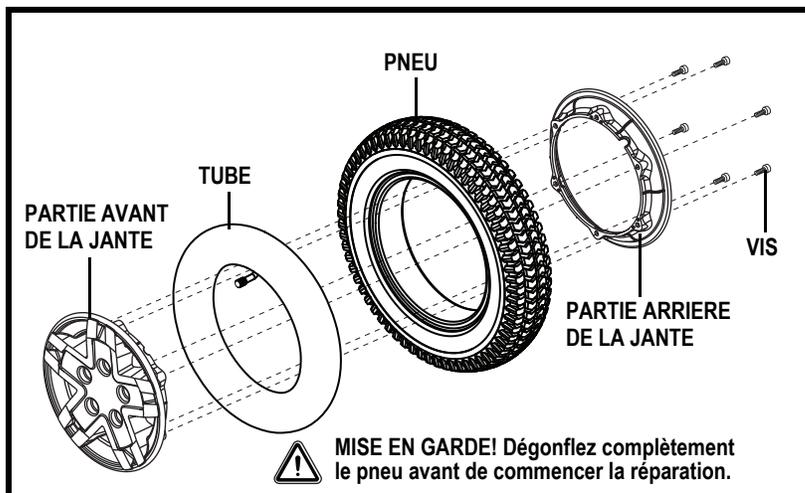

Figure 23. Roue motrice Q6 Edge HD démontée
6. Retirez les vis qui retiennent les deux parties de la jante ensemble. **Voir la figure 23.**
10. Réinstallez les cinq (5) écrous de roue sur le moyeu et resserrez.